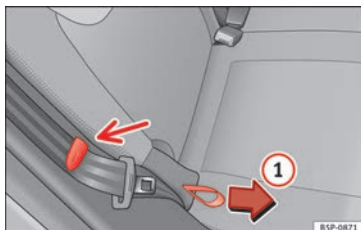

Fig. 81 Abatir el respaldo de los asientos posteriores.
– Tire del lazo situado en el lateral del asiento » **fig. 81 ①**.
Al abatir y levantar el respaldo, asegúrese de colocar los cinturones de seguridad laterales en la pinza del revestimiento » **fig. 81** para evitar que resulten dañados al quedar apriados en el cierre del respaldo.